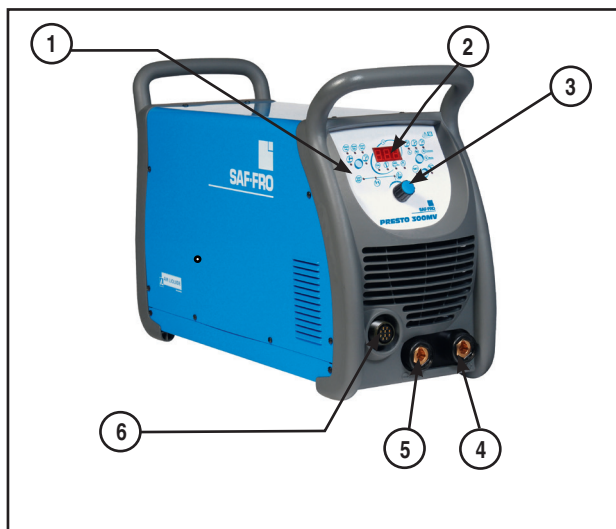

Fig. 2
- Pentru electrozi tip bară DCEP (Direct Current Electrode Positive – curent continuu cu electrod pozitiv), conectați cablul portelectrodului la borna de ieșire pentru sudare pozitivă (poz. 4 – fig. 2).
- Pentru electrozi tip bară DCEN (Direct Current Electrode Negative – curent continuu cu electrod negativ), conectați cablul de lucru la borna de ieșire pentru sudare negativă (poz. 5 – fig. 2) și clema cât mai aproape de zona de sudare.
- Pentru a utiliza telecomanda: conectați conectorul telecomenzii la bușca cu 10 pini de pe panoul frontal (poz. 6 – fig. 2) și activați-l cu tasta (poz. 13 – fig. 8). În această situație, curentul poate fi reglat independent de reglajul efectuat la agregat, însă atenție: curentul de sudare maxim reglat prin telecomandă depinde de valoarea reglată la panoul frontal cu butonul de comandă al codificatorului (poz. 3 – fig. 8).
4. Conectați cablul de lucru la borna de ieșire pozitivă (poz. 4 – fig. 2) și clema cât mai aproape de zona de sudare.
5. Conectați cablul becului de sudare la borna de ieșire negativă (poz. 5 – fig. 2) și instalați pe becul de sudare electrodul și duza de gaz necesare (verificați starea electrodului infuzibil).
12. Pentru a utiliza telecomanda: conectați conectorul telecomenzii la bușa cu 10 pini de pe panoul frontal (poz. 6 – fig. 2) și activați-l cu tasta (poz. 13 – fig. 8). În această situație, curentul poate fi reglat independent de reglajul efectuat la agregat, exceptând curentul de sudare maxim, care va fi reglat cu butonul de comandă al codicatorului (poz. 3 – fig. 8).
INTERFAȚA CU UTILIZATORUL (HI) este amplasată pe panoul frontal al agregatului (poz. 1 – fig. 2) și reprezintă creierul agregatului.